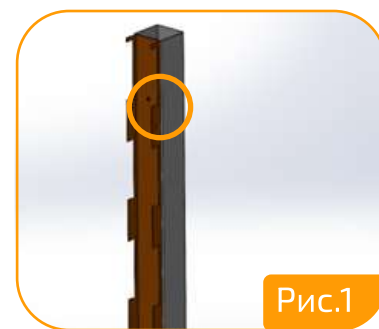

Рис.1
1. Планки опорные стойки М-110 60x2000 мм (2 шт) прикрепить к столбам на саморезы (по 3 шт на каждую планку) с одинаковым уровнем по высоте. При монтаже можно использовать уровень, рулетку, шнур и т.д. (Рис.1).